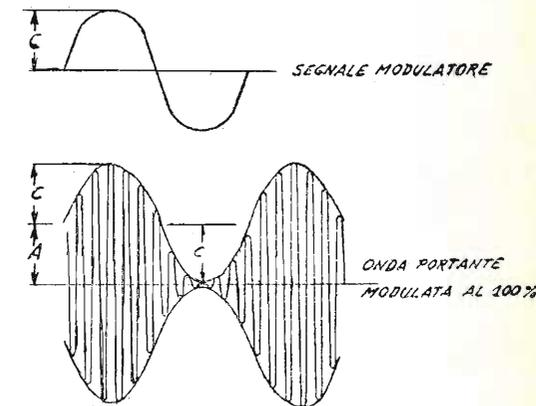

figura 3
In figura 2 vediamo una corrente di frequenza elevata, una corrente BF modulatrice e l'andamento della corrente a frequenza elevata **dopo** che è stata modulata (cioè fatta variare in sincronismo con la BF). Una corrente a radiofrequenza (RF) è modulata al 100% quando il suo valore istantaneo in corrispondenza dei picchi di BF viene fatto variare da zero al **doppio** dell'ampiezza in assenza di modulazione (figura 3).